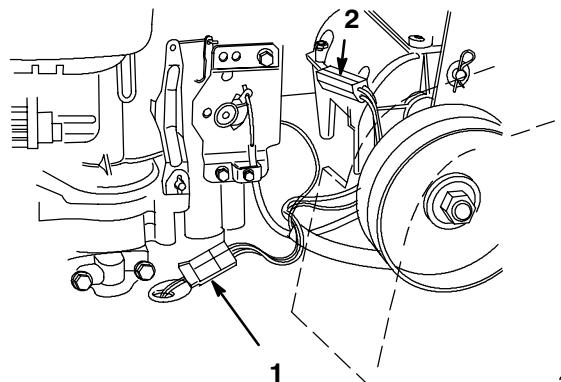

**Abbildung 5**
1. Gashebel auf FAST (SCHNELL) stellen (Abb. 5).
2. Das Z-Stück des Gaszugs in das Loch des Drehzahlregelungshebels haken (Abb. 5).
3. Die Kabelklemmschraube lösen, um die Installation des Kabels zu ermöglichen, aber nicht wieder festziehen (Abb. 5).